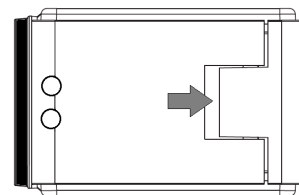

Abbildung 1 - Рисунок 1
- Für den Zugriff auf das Batteriefach mit dem Finger auf die Verriegelung des Deckels drücken, wie in Abbildung 1 angezeigt.